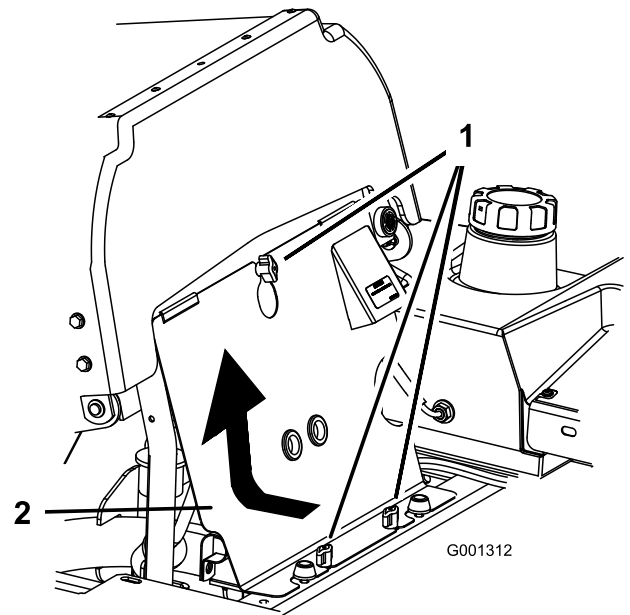

Figura 63
- Incline el asiento hacia adelante y retire el panel delantero del motor (Figura 63).